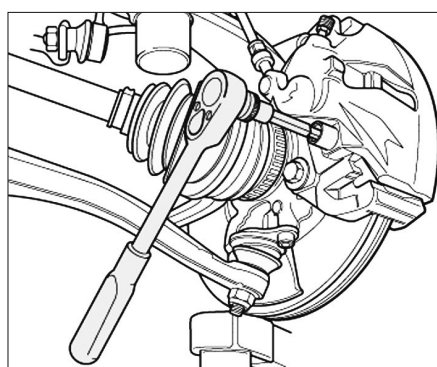

Fig. 4
- Déposer les vis de colonnettes de l'étrier (Fig.4).